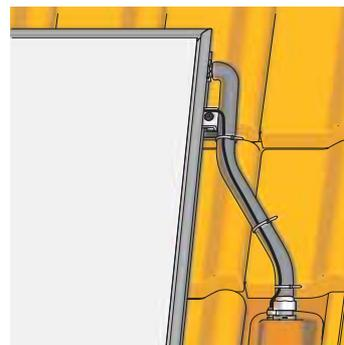

Figura 3-47 Fase di lavoro 3
3. Posare il cavo di silicone della sonda di temperatura del collettore fino al passante a tetto (con curva di gocciolamento) e fissarlo con serracavo alla guida di montaggio o al tubo di collegamento (Figura 3-47).